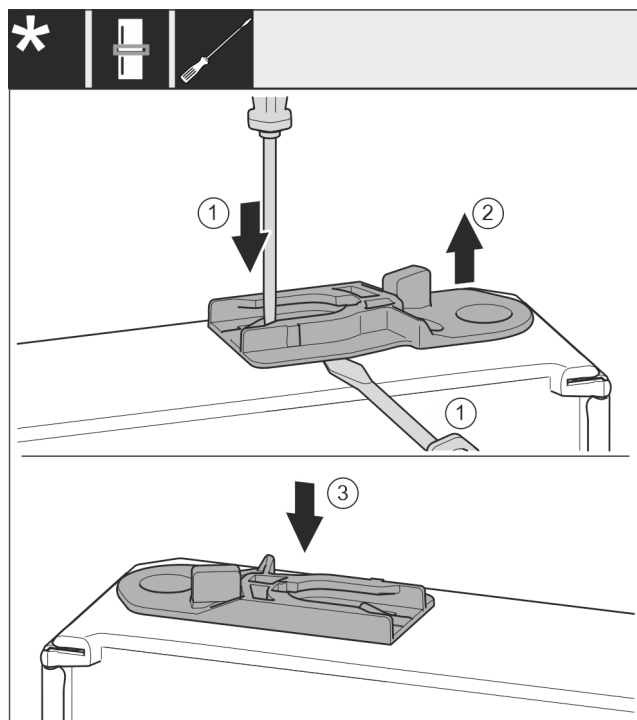

Fig. 38
- 拉出导向轴套：用带槽螺丝刀按住接片的同时将带槽螺丝刀移动到导向轴套下方。 Fig. 38 (1, 2)
- 将供货时附带的导向轴套插入外壳的另一侧。 Fig. 38 (3)